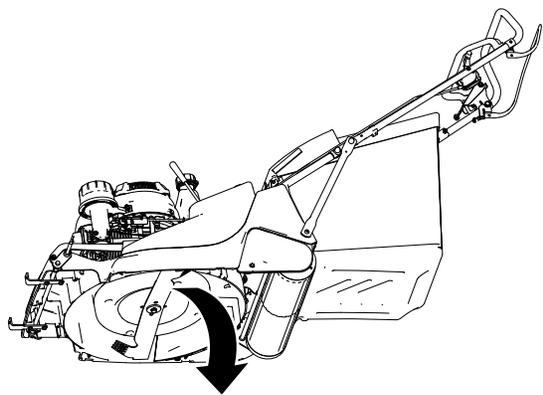

**Figure 8**
1. Alignez les trous du support inférieur et les trous du support de la brosse de groomer sur le plateau de coupe, comme montré à la Figure 8.
2. Fixez le support inférieur au support de la brosse de groomer sur le plateau de coupe (Figure 8) à l'aide de 2 vis à embase autotaraudeuses (6 x 20 mm).